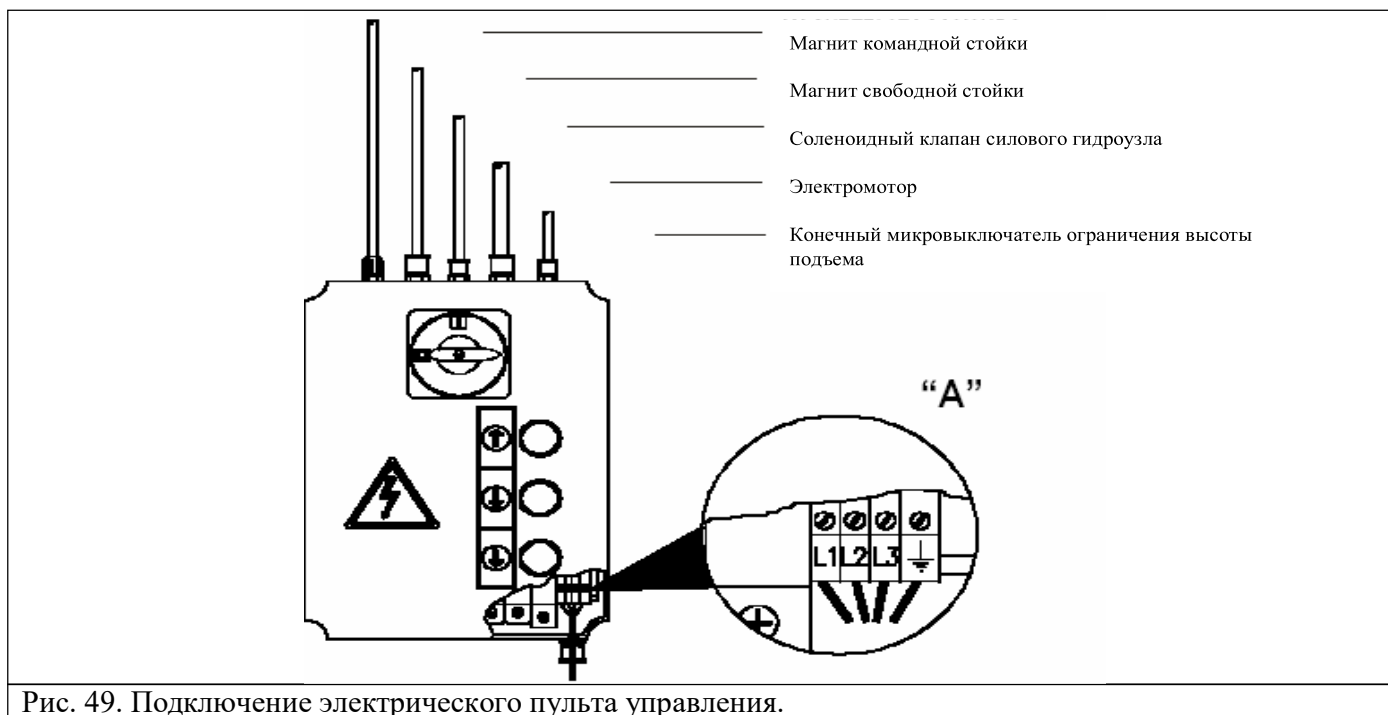
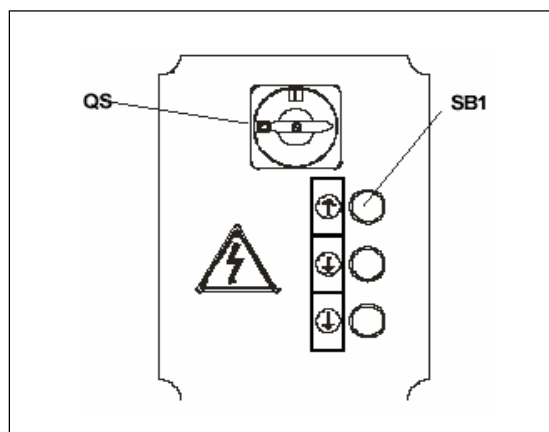

Рис. 49. Подключение электрического пульта управления.
Рис. 50.
- Подключите электрический двигатель: откройте клеммную коробку на моторе и соедините провода, как показано на Рис. 50, в зависимости от значения подаваемого на подъемник напряжения.
- 4) Завершите подключение шкафа управления и линии подачи напряжения на панель управления, как показано на Рис. 49, п. «А». Вставьте провод в шкаф через предусмотренное отверстие, следуя указаниям на схемах подключения, приведенных на страницах 10 и 11.
- 5) Закройте крышку электрического шкафа, поверните главный переключатель (QS, Рис.50), в положение «1», нажмите кнопку «ВВЕРХ» (поз. SB1, Рис. 49) и, если платформа начнет перемещаться вниз, поменяйте две фазы на клеммах блока подачи питания